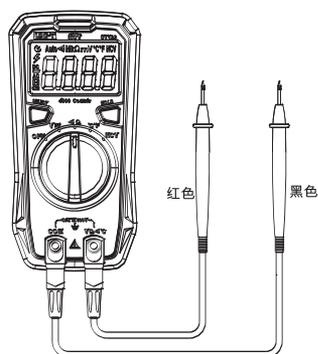

图1
1. 直流电压与交流电压测量(见图1)
2. 电阻测量(见图1)
3. 电路通断测量(见图1)